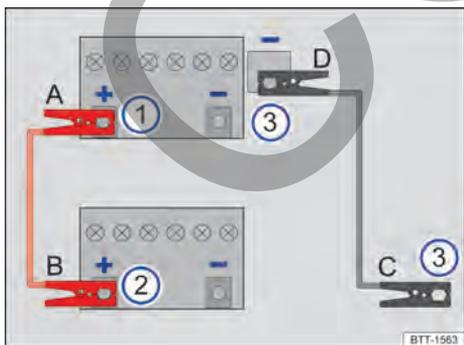

Fig. 140 Esquema para la conexión de los cables de arranque.
Los cables de arranque solo se deberán conectar siguiendo el orden A - B - C - D → fig. 140.
- Conecte un extremo del cable de arranque rojo A al polo positivo + de la batería de 12 voltios del vehículo que la tiene descargada → fig. 140 ① → .
- Conecte el otro extremo del cable de arranque rojo B al polo positivo + de la batería del vehículo que suministra la corriente → fig. 140 ②.
- Conecte un extremo del cable de arranque negro C preferentemente a una toma para la ayuda de arranque (terminal de masa) del vehículo que suministra la corriente; de lo contrario, al bloque motor o a una pieza maciza de metal atornillada fijamente al bloque motor de este vehículo → fig. 140 ③.
de arranque (terminal de masa) del vehículo con la batería de 12 voltios descargada; de lo contrario, al bloque motor o a una pieza maciza de metal atornillada fijamente al bloque motor de este vehículo → fig. 140 ③ → ▲.
- Desconecte los cables de arranque únicamente en el orden **D - C - B - A** con los motores en marcha → fig. 140.